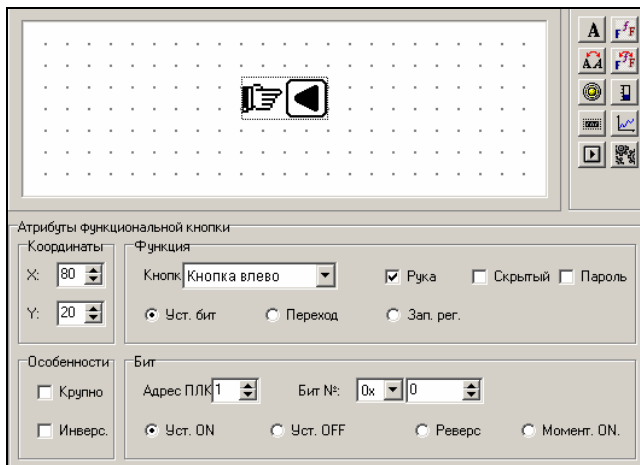

Рис. 4.8. Функциональная кнопка
3. В области задания параметров, в поле «Кнопка» – выбрать из раскрывающегося списка двадцати доступных кнопок клавиатуры требуемую. Варианты: «Влево» ([]), «Вправо» ([]), «Вверх» ([]), «Вниз» ([]), «ESC», «SET», «ENT», «ALM», «CLR», «+/-», «0», «1», «2», «3», «4», «5», «6», «7», «8», «9», «0». Выбранная кнопка отобразится на экране области редактирования (см. рис. 4.8).